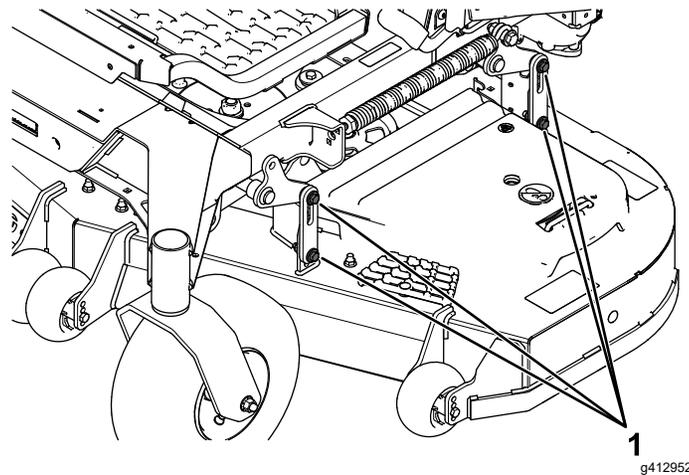

Рисунок 89
16. Ослабьте болты (Рисунок 89) на всех 4 углах и убедитесь в том, что дека газонокосилки надежно опирается на все 4 подставки.